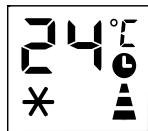

Fig. 5
- Når apparatet kjører, trykker du på knappen, skjermen viser timer, og flere symboler blinker sammen. (Fig.5)